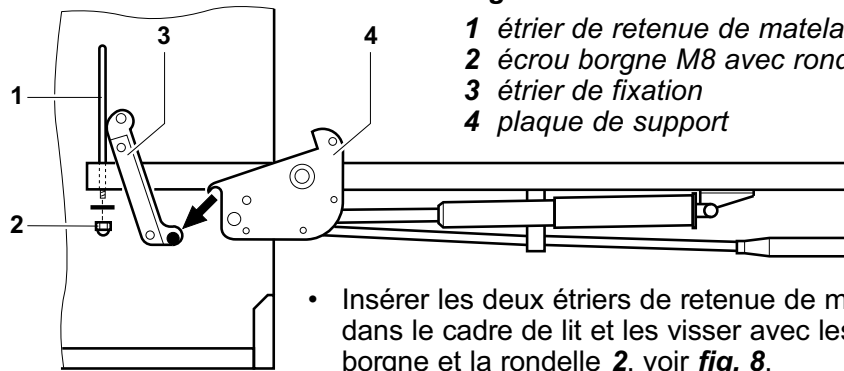

Fig. 8
- Insérer les deux étriers de retenue de matelas 1 dans le cadre de lit et les visser avec les écrous borgne et la rondelle 2, voir **fig. 8**.